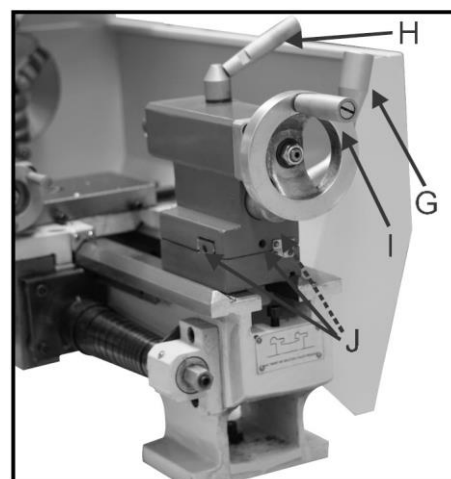

Рис.13
9. Ручка для зажима задней бабки (G, рис. 13)
10. Рычаг зажима пера задней бабки. (H, рис. 13)
11. Рычаг зажима пера передней бабки (I, рис. 13)
12. Регулировка смещения задней бабки (J,рис. 13)